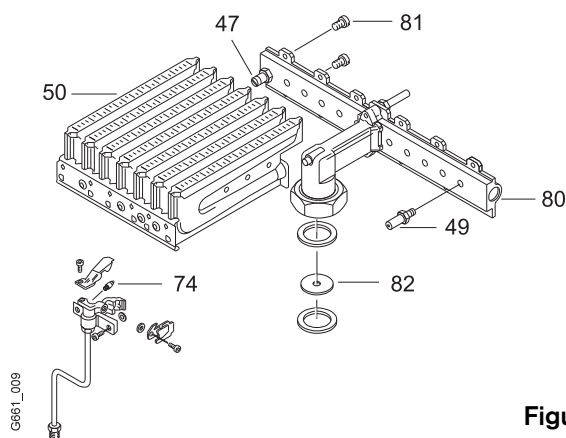

Figura 7
3. Tirar a tampa sobre o parafuso de ajuste C (figura 7), Ajustar o parafuso C para a quantidade de gás(l/min), indicada no esquema da página 8, através do contador de gás.